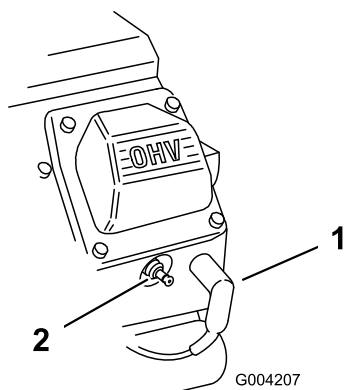

Figure 50
2. Débranchez les fils des bougies (Figure 50).
3. Rebranchez le fil de la ou des bougies (Figure 50).